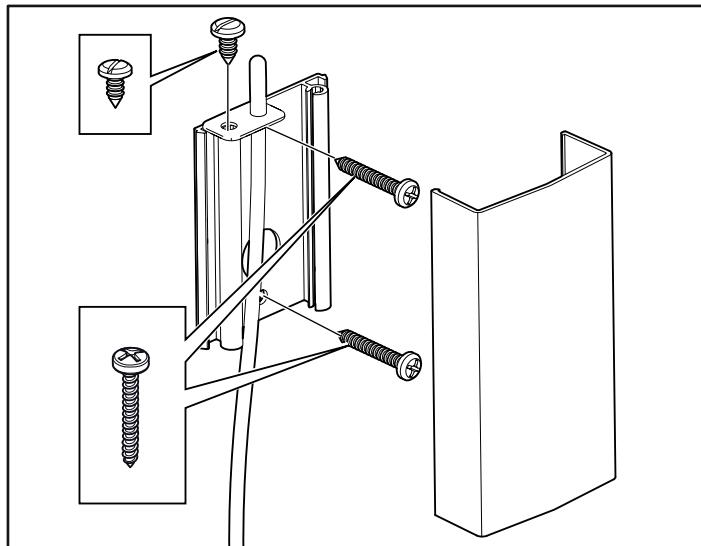
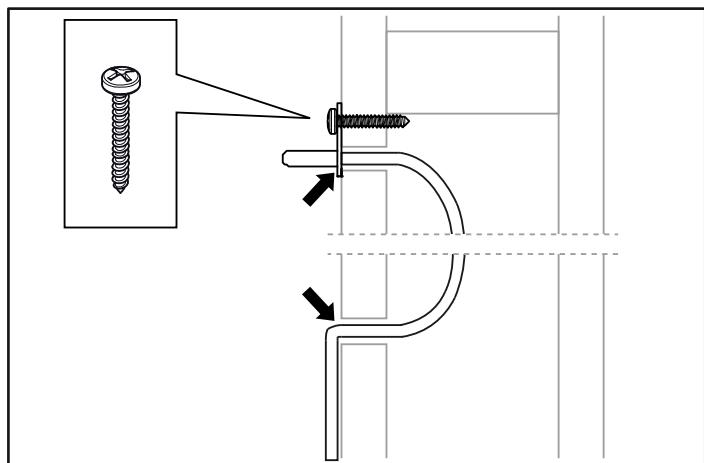

Рисунок 15: Установка датчика
Рисунок 16: Уплотните любые отверстия
13. Установите датчик на стене, см. рис. 15. Провод термистора также может быть проведен через стену. Уплотните любые отверстия в стене за датчиком, см. рис. 16, страница 29, провод термистора может быть расширен за пределы сауны при помощи низковольтного кабеля (2-проводного).